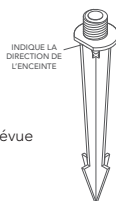

Figure 2
2. À l'aide d'un maillet en caoutchouc, enfoncez soigneusement les piquets inclus dans le sol aux emplacements de montage prédéterminés. Notez l'indicateur plat sur le piquet et s'assurer que cet indicateur est orienté vers l'enceinte souhaitée (voir Figure 2).